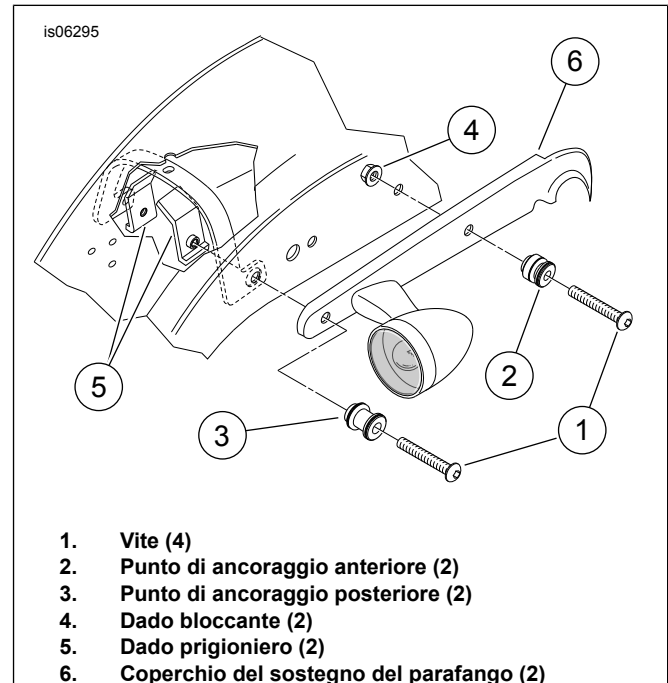
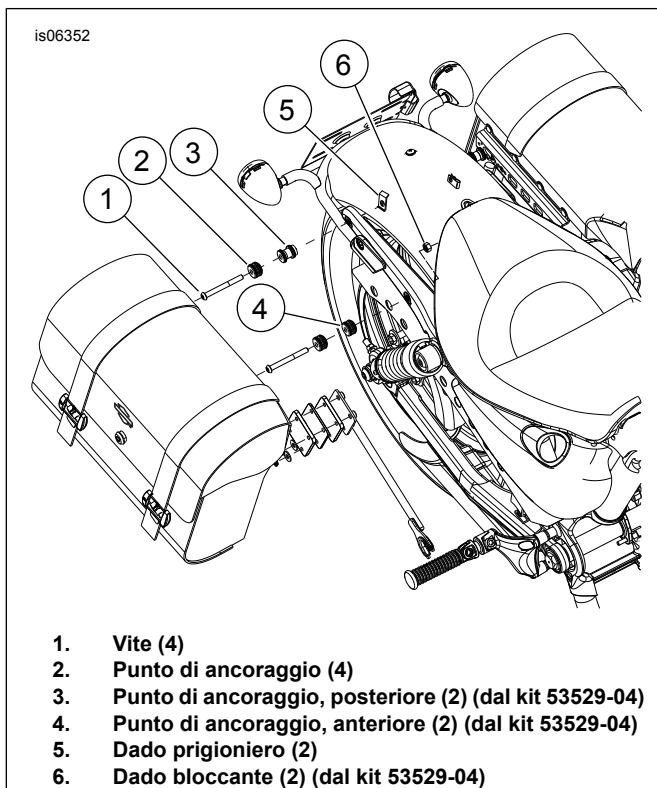
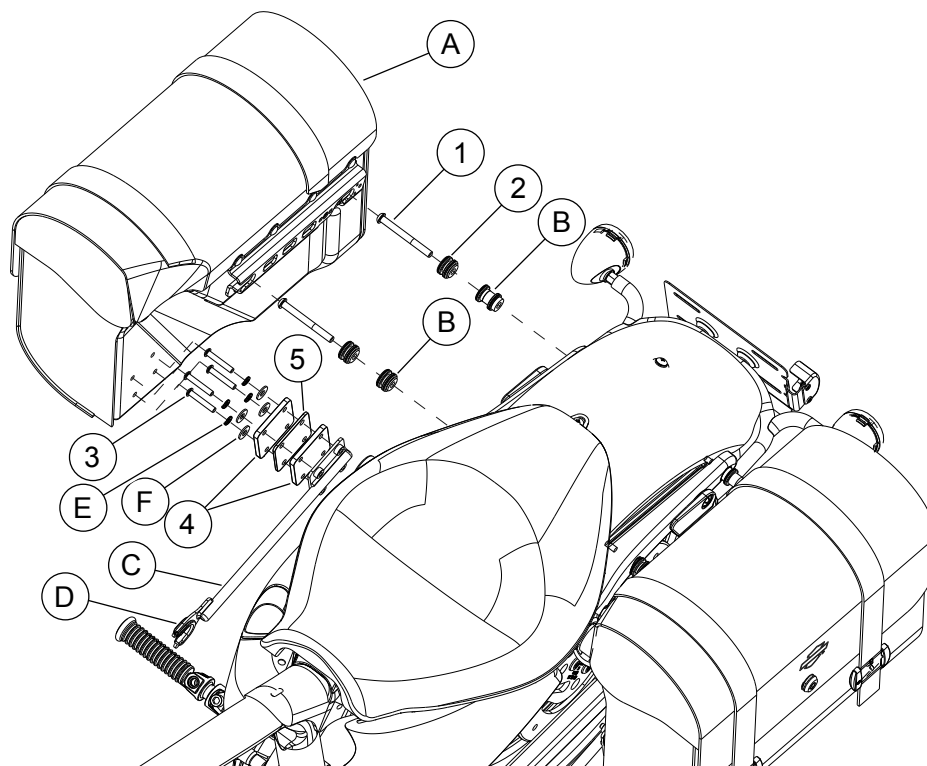

Figura 1. Sostegno del parafrangente posteriore
Figura 2. Ordine bulloneria di ancoraggio
Figura 3. Parti di ricambio: Bulloneria di ancoraggio
Vedere Figura 3 e Tabella 1.
1. Vedere Figura 1. Rimuovere dal coperchio del sostegno del parafrangente posteriore (6) la vite anteriore (1) ed il dado bloccante (4). Gettare via la vite. Scartare il dado bloccante di serie **se** i punti di ancoraggio non erano stati installati in precedenza. Conservare il punto di ancoraggio anteriore (2) e il dado bloccante (4) se i punti di ancoraggio erano stati installati in precedenza.
2. Rimuovere la vite posteriore (1) e il dado prigioniero (5) dal coperchio del sostegno del parafrangente posteriore prendendo nota dell'orientamento del dado prigioniero all'interno dei sostegni del parafrangente. Gettare la vite ma conservare il dado prigioniero. Conservare il punto di ancoraggio posteriore (3) se installato in precedenza.
3. Rimuovere e riposizionare gli indicatori di posizione posteriori dai coperchi del sostegno del parafrangente posteriore (6) secondo le istruzioni fornite nel manuale di manutenzione e nel kit di riposizionamento.
4. Vedere Figura 3. **Se** i bracci di sostegno sono già stati montati alle borse portapacchi, rimuovere le viti, le rondelle di sicurezza e piatte e i bracci di sostegno dalle borse portapacchi. Conservare i bracci di sostegno e le rondelle. Gettare via le viti.
1. Vedere Figura 2. Prelevare dal kit un punto di ancoraggio (2) e la vite (1), e il punto di ancoraggio anteriore (4) e il dado bloccante (6) rimossi in precedenza. Prendere nota del collare con diametro ridotto su un'estremità di entrambi i punti di ancoraggio.
4. Prelevare dal kit un punto di ancoraggio (2) e la vite (1), e il punto di ancoraggio posteriore (3) e il dado prigioniero (5) rimossi in precedenza. Prendere nota del collare con diametro ridotto su un'estremità di entrambi i punti di ancoraggio.
8. Vedere Figura 3. Prelevare dal kit quattro viti (3), due distanziali (4), (spessore 6,3 mm [1/4 in]) e un distanziale (5), (spessore 3,2 mm [1/8 in]) e il braccio di sostegno (C), quattro rondelle di sicurezza (E) e quattro rondelle piatte (F) rimossi in precedenza.